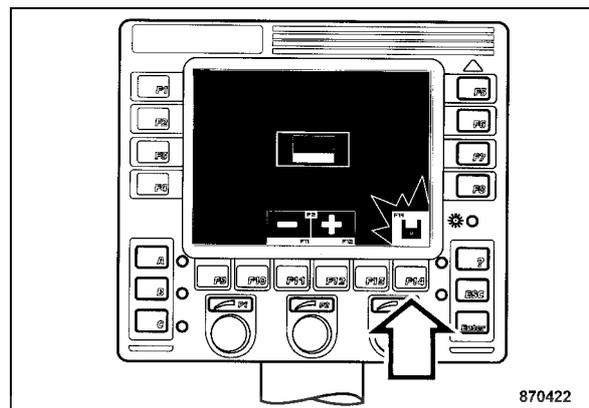

fig. 132
- Appuyer sur la touche "F14" pour sauvegarder la langue choisie (fig. 132). Le symbole "Mémoriser" s'allume momentanément en vert sur le diplay.